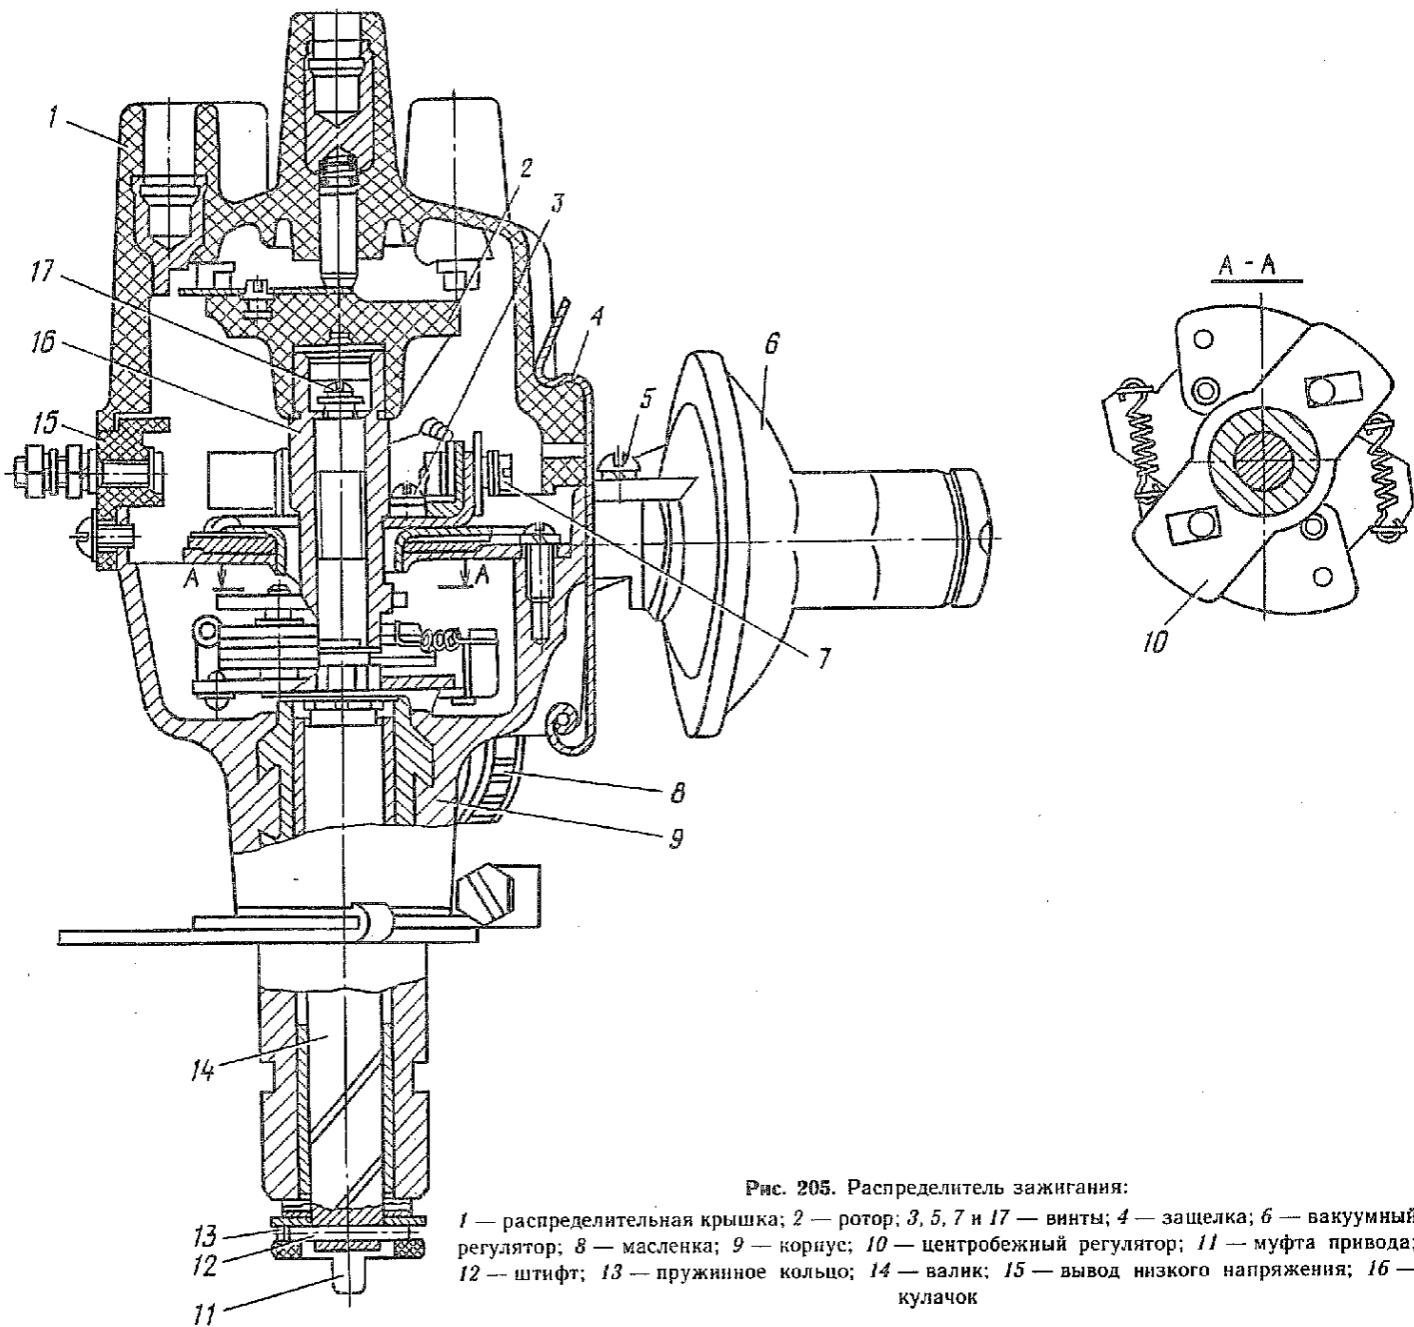

Рис. 205. Распределитель зажигания:
1.4. Снять пластину 18 с контактным узлом, фетровую прокладку 24, фильтр 17, вывернуть винт 17 (рис. 205) крепления кулачка и снять кулачок 16 (отвертка 150×0,5).
1.7. Вывернуть стопорный винт 21 (рис. 93), винт 7 (рис. 205) крепления пружины к контактной стойке, снять стопорную шайбу с оси рычага 4 (рис. 93) прерывателя, снять рычаг с подушкой и пружиной в сборе, снять контактную стойку (отвертка 150×0,5).
1.8. Извлечь центробежный регулятор 10 (рис. 205) распределителя с валиком 14.
3.1. Смазать валик 14 (рис. 205) распределителя маслом для двигателя, установить кулачок 16 на валик и закрепить винтом 17 (отвертка 150×0,5).
3.3. Установить на нижний конец валика шайбу и муфту 11 (рис. 205), совместив отверстия на муфте и валике, вставить в отверстие штифт 12, установить
3.12. Установить ротор 2 (рис. 205), крышку 1 распределителя зажигания и закрепить крышку защелками 4.